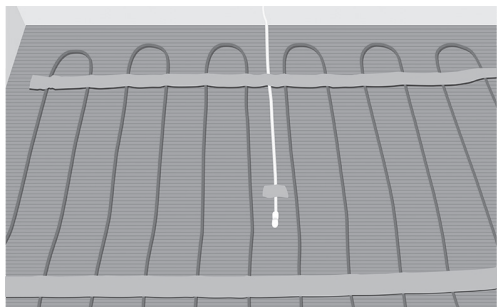

Рис. 9. Расположение трубки для кабеля/датчика между двумя кабелями
12. Установите и закрепите датчик температуры пола в гофрированной трубке или просто установите датчик температуры пола, если гофрированная трубка не установлена. Загерметизируйте конец трубки для кабеля. Трубку/датчик следует расположить между двумя нагревательными кабелями (рис. 9).